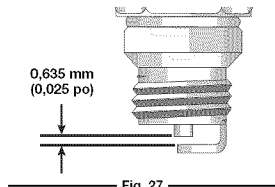

Fig. 27
- Remplacez toute bougie fendillée, encrassée ou sale. Réglez l'écartement à 0,635 mm (0,025 po) à l'aide d'une jauge d'épaisseur (Fig. 27).